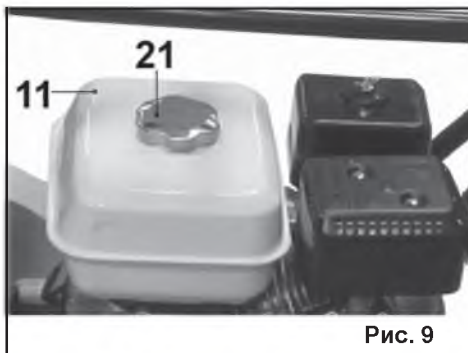

Рис. 9
7.2. Заправка топливом (Рис.9).